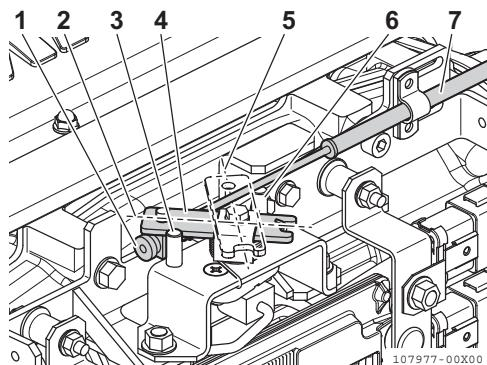

Figura 4
- Per regolare, allentare la vite di regolazione (**Figura 4, (1)**) del cavo di controllo a distanza e regolare.
- Regolare per prima la posizione di arresto bassa velocità (**Figura 4, (2)**), quindi regolare la posizione di arresto alta velocità (**Figura 4, (5)**), con la vitedi regolazione sulla leva del comando a distanza (**Figura 4, (4)**).